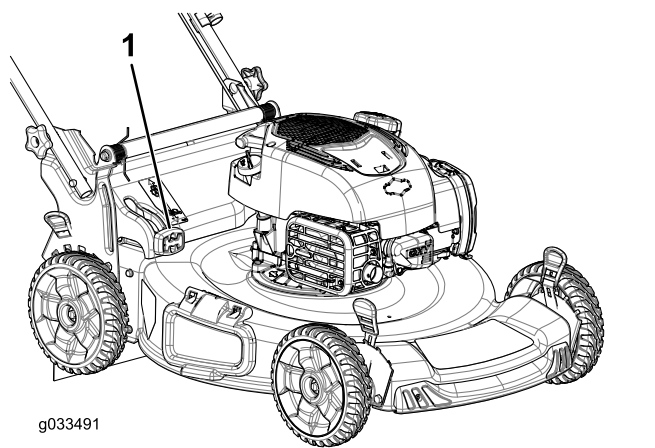

Figura 17
- **Se desejar recolher relva e aparas**, prima o botão na alavanca de uso do saco a pedido e desloque a alavanca para a frente até que o botão saia (**Figura 17**).